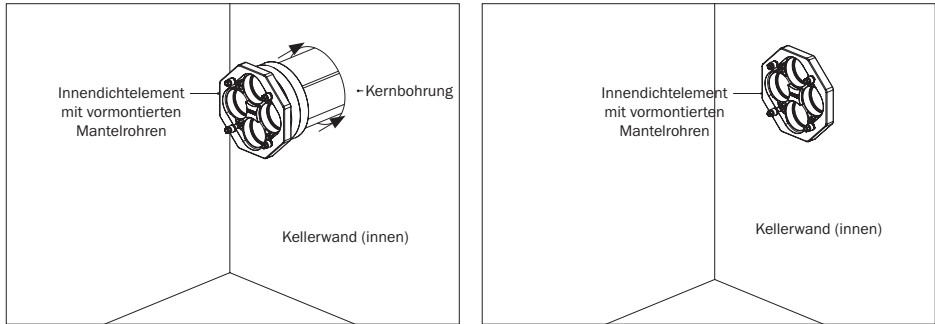

Abbildung 5.1: Innendichtelement, Kernbohrung
- Nehmen Sie das Innendichtelement und schieben Sie es mit den vormontierten Mantelrohren voran von innen nach außen bis zum Anschlag durch die Kernbohrung (s. Abbildung 5.1).